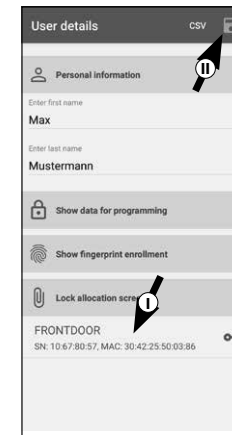

Abb. 81
- 5 Weisen Sie danach einen Zylinder zu, indem Sie ihn in der Liste der bereits registrierten Zylinder antippen (I) (Abb. 81) und speichern Sie Ihre Einstellungen durch Antippen des Diskettensymbols oben rechts (II) (Abb. 81).